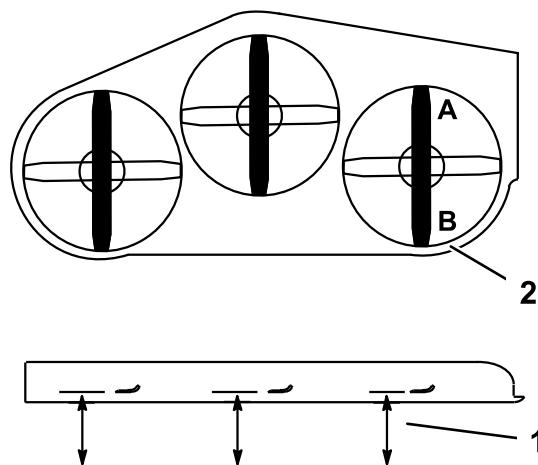

Figure 65
1. Tournez la lame **droite** dans le sens longitudinal (Figure 65).
2. Mesurez la distance au point **A** entre la surface plane et le tranchant de la pointe de la lame droite (Figure 65).
4. Mesurez la distance au point **B** entre la surface plane et le tranchant de la pointe de la lame droite (Figure 65).
6. La lame doit être plus basse de 6 à 10 mm (1/4 à 3/8") au point **A** qu'au point **B** (Figure 65). Si ce n'est pas le cas, passez aux étapes suivantes.